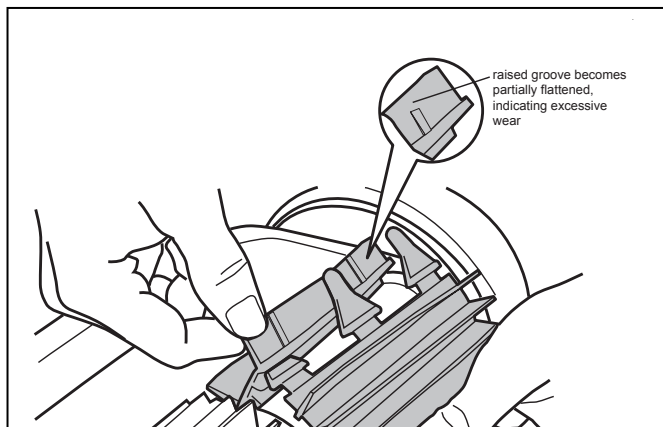

Figure 20. Indicateur de brosse usée
Le robot nettoyeur est muni d'une brosse à l'avant. Des indicateurs d'« usure» sont présent sur la brosse (Figure 20). Pour maintenir des performances de brossage optimales, remplacer la brosse dès que l'indicateur d'usure a atteint le niveau maximal. Zodiac vous recommande de remplacer les brosses tous les deux (2) ans.